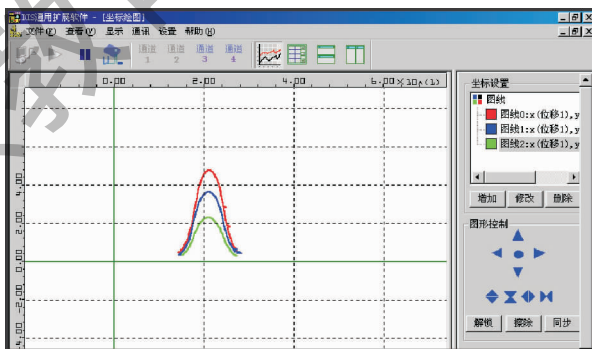

图 3-5-4 用位移和磁传感器组合使用测磁感应强度
9. 拉动磁传感器在螺线管中运动，坐标系中将显示出螺线管不同位置的磁感应强度曲线。改变供电电压（改变线圈中的电流），重复上述实验，可得出几组不同的实验曲线，如图 3-5-4 所示。